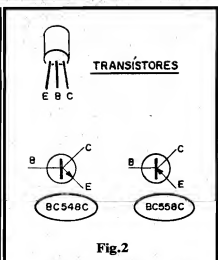

Fig.2
- FIG. 2 - PRINCIPAIS COMPONENTES - Os únicos componentes ativos no circuito do MPDT são os dois transistores "residentes", BC548C e BC558C. Notem que esse "C" af, no fim dos códigos dos ditos transistores, indica um componente de ganho elevado, característica que tem importância no arranjo do testador, uma vez que, para garantir a oscilação com um "companheiro" externo de qualquer tipo (mesmo transistores sob teste de alta Potência, que geralmente apresentam um ganho natural baixo...) o fator de amplificação do transistor "residente" é um parâmetro fundamental. Como "por fora", o
tas do gênero...) **não** colocamos, nos chapeados, aqueles códigos tipo "R1, R2, C1, C2, TR1, TR2...", que apenas servem para acrescentar mais um trabalho de identificação e decodificação ao montador, além de introduzir um fator extra de erros! Os componentes recebem seus "nomes verdadeiros", além de indicações visuais claramente estilizadas, quanto a polaridades, valores e outros parâmetros identificatórios importantes... É só pegar cada componente, reconhecê-lo e - simplesmente - enfiá-lo no seu lugar da placa... De qualquer modo, recomendamos atenção aos transistores (a fig. 2 está lá, para "desanuviar"... e aos valores dos resistores, em função dos seus locais de inserção à placa. De novo lembramos que as INSTRUÇÕES GERAIS PARA AS MONTAGENS e o TABELÃO APE (dados e informações permanentes em APE...) estão lá no começo da Revista, para "clarear" as coisas, se e quando elas ficarem "pretas"...